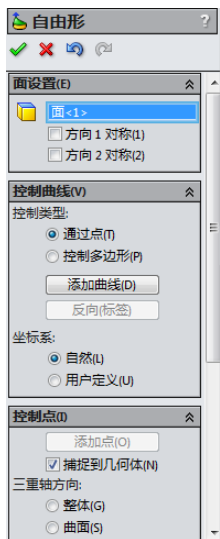

图 4-15 “自由形”属性管理器
**04** 执行特型特征。在菜单栏中选择“插入”→“特征”→“自由形”命令，此时系统弹出如图 4-15 所示的“自由形”属性管理器。